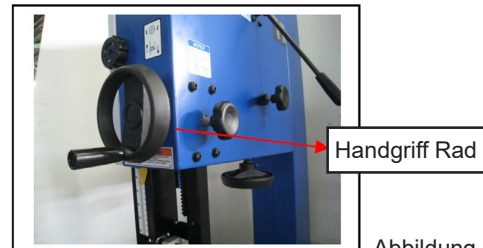

Abbildung 2
1. Befestigen Sie das Handrad (siehe Abbildung 2) an der Maschine.